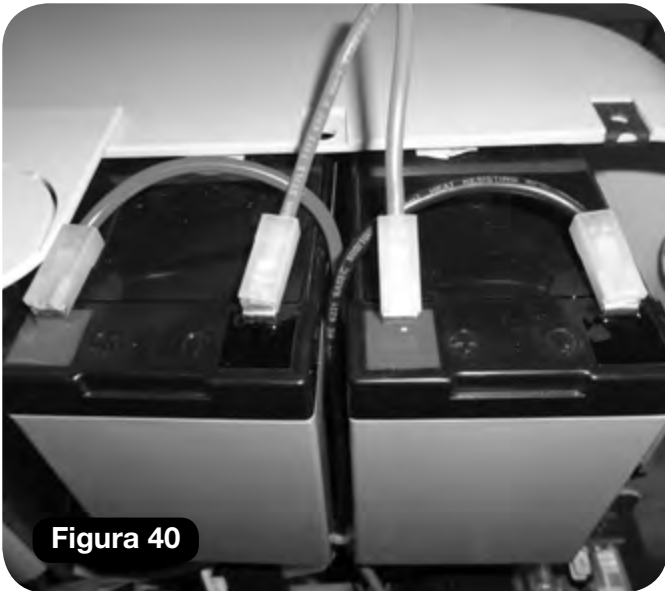

Figura 40
- 6 Ajuste las baterías (juego de accesorios del reposapiés) (**Figura 40**).